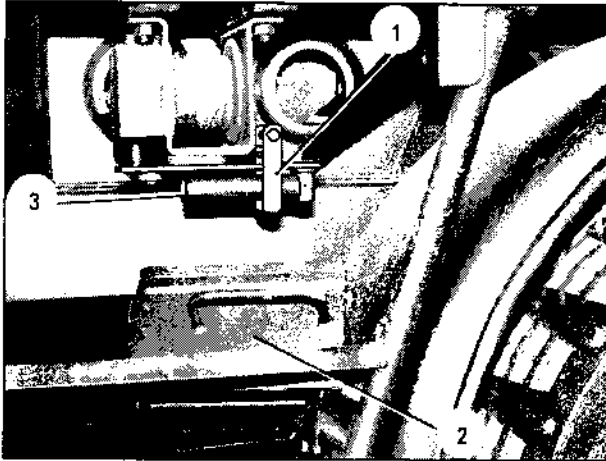

Bild 134
1. Schutzbügel (Bild 134/1) hochklappen. Handgriff der Kurbel (Bild 134/3) nach links drehen und Handgriff abklappen. Anschließend Unterlegkeil (Bild 134/2) aus Halterung am rechten Kotflügel nehmen.